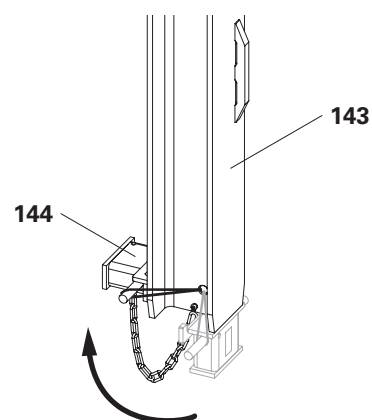

Fig. C6.06
1. Sollevare il distanziatore (144) all'estremità della guida di ripresa ACS (143). (Fig. C6.06)